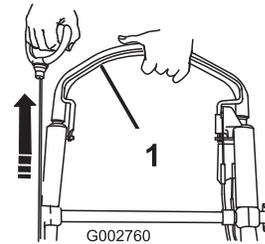

Figura 24
2. Tenete la barra di comando della lama premuta contro la stegola e tirate l'avviatore autoavvolgente (Figura 24).